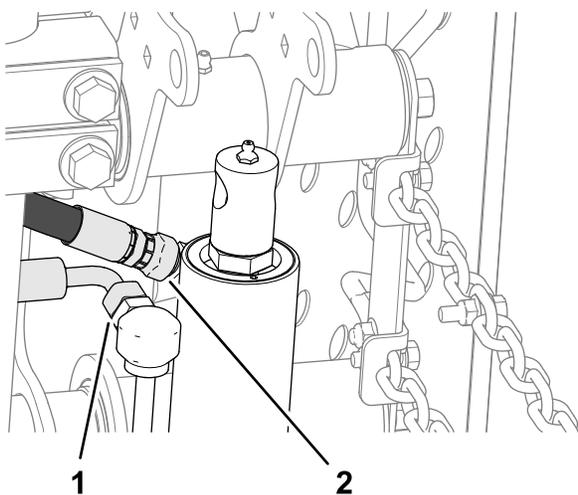

Рисунок 14
2. На гидроцилиндре подъема ослабьте прямой поворотный штуцер шланга линии возврата и прямоугольный поворотный штуцер шланга линии подъема (Рисунок 14).